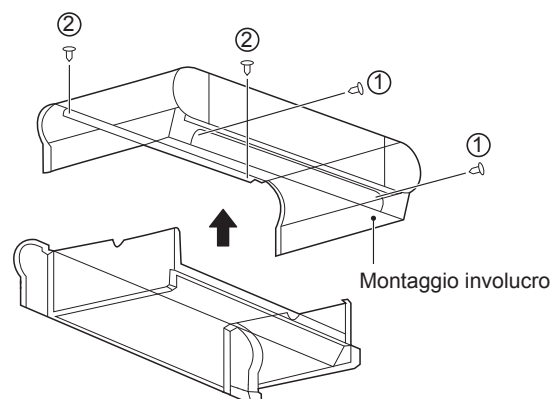

Figura 5-17 Rimozione dell'involucro
- Rimuovere le viti come illustrato in Figura 5-17 ①*2 e ②*2 e quindi l'involucro.